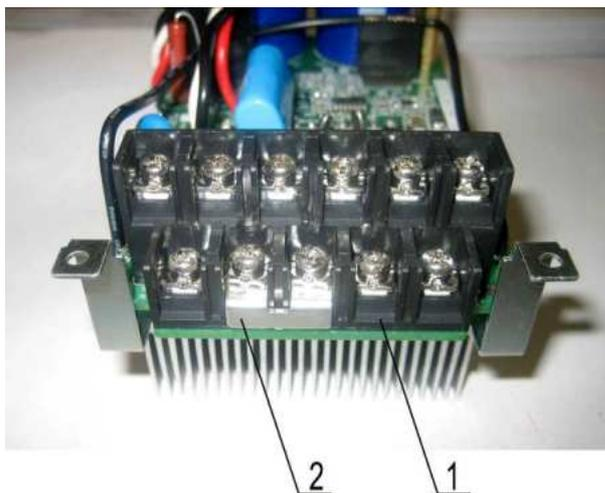

Рис. 6.10
6.7.3. Открутить два винта крепления перемычки 2 к клеммнику 1 (рис. 6.10). Снять перемычку. Положить винты и перемычку в тару.